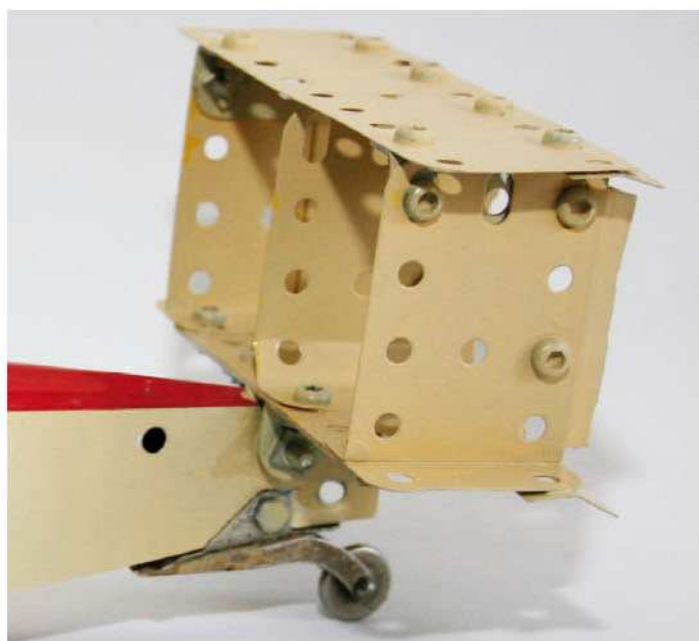

Figure 8
Il faut le créer à partir, par exemple, des pièces flexibles standard Meccano (Figure 8).
- Mise sur blocs d'appui (15)** : Noter l'articulation du train avant (2) sur la plateforme (3). Voir figures 8 et 9. Le mât incliné est lié à l'essieu avant (2) par des câbles courts. Il le bascule en revenant à la position horizontale. On peut alors placer les blocs (15) avant et arrière.